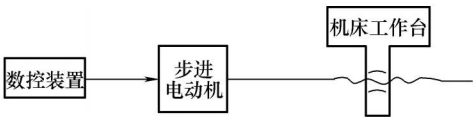

图 1-1-5 开环控制系统框图
(1) 开环控制系统的数控铣床 开环控制系统的数控铣床是指不带反馈装置的数控铣床。进给伺服系统采用步进电动机，数控系统每发出一个指令脉冲，经驱动电路功率放大后，驱动步进电动机旋转一个角度，然后经过减速齿轮和丝杠螺母机构，转换为工作台的直线移动。系统信息流是单向的，如图 1-1-5 所示为开环控制系统框图。